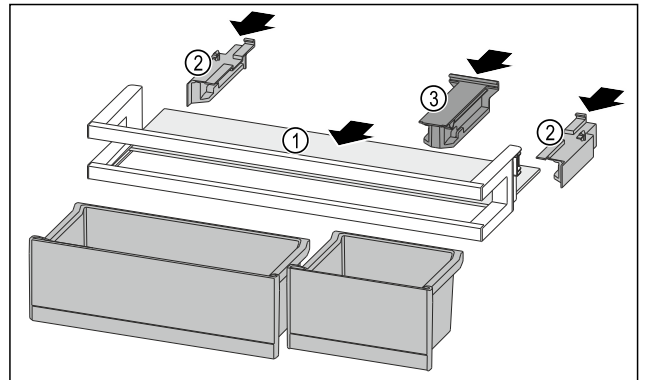

Fig. 251
- ▶ 将搁板 Fig. 251 (1)推入侧面凹槽。
- ▶ 插入侧面部分 Fig. 251 (2)。
- ▶ 插入定位件 Fig. 251 (3)。